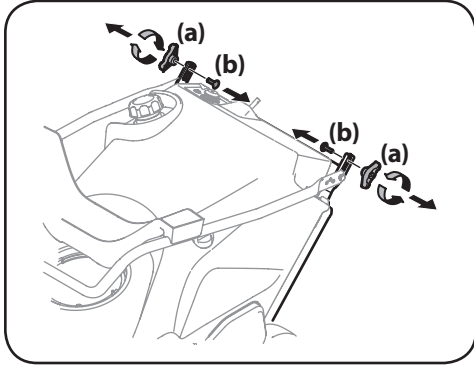

Figura 2-2
1. Extraiga las perillas de aletas (a) y el perno de carro (b) de la parte de arriba de la manija inferior. Consulte la Figura 2-2. Consulte la Figura 2-2. No es necesario extraer el tornillo con reborde y la tuerca de seguridad con brida que están debajo de la perilla de aletas y el perno de carro a menos que la manija esté suelta dentro de la caja